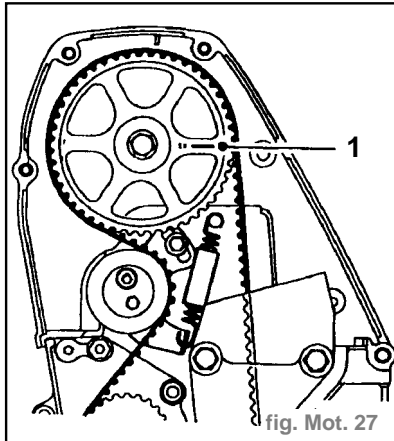

fig. Mot. 27
- Enlever les boulons maintenant le couvercle supérieur de courroie de distribution sur le couvercle arrière (2).
- Faire tourner le vilebrequin pour aligner les repères de calage du pignon d'arbre à cames avec la face supérieure de la culasse - 90° avant PMH (1) (fig. Mot. 27).